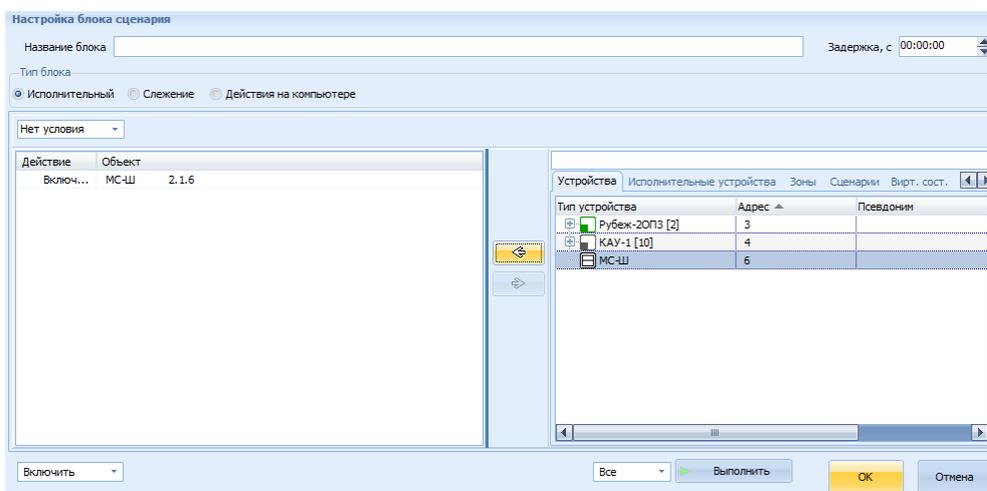

Рисунок 5.33 – Окно «Настройка сценария»
- В сценарий добавить исполнительный блок, в окне «Настройка сценария» перенести МС-Ш в левое поле (рисунок 5.33). Для каждого направления следует создавать свой исполнительный блок.